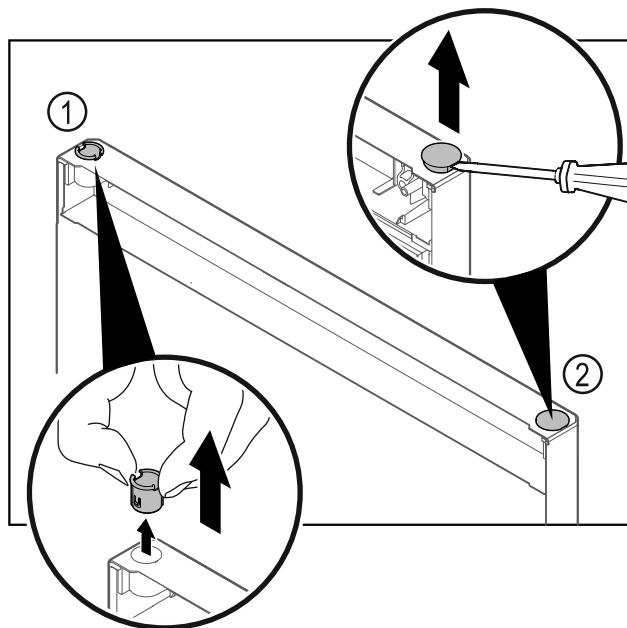

Fig. 7
- ▶ Húzza ki az ujjával a csuklópánt-perselyt Fig. 7 (1).
- ▶ A fedődugót Fig. 7 (2) egy csavarhúzóval óvatosan emelje meg és húzza ki.